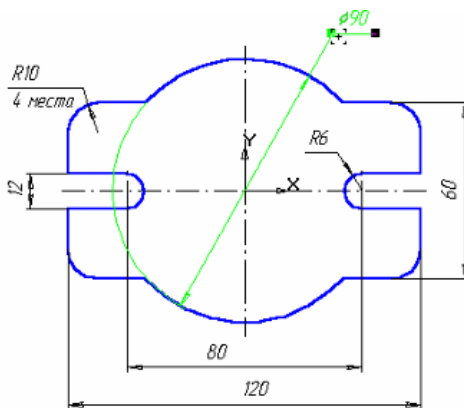

Рис. 1.32. Полученная деталь
9. Проставьте необходимые размеры. В процессе простановки диаметра окружности равного 90 мм остается тонкая размерная дуга. Для ее удаления щелкните мышью на размерной линии, поместите курсор на узел, определяющий начало полки. Нажмите левую кнопку мыши и, не отпуская ее, переместите курсор немного выше, рис. 1.32.